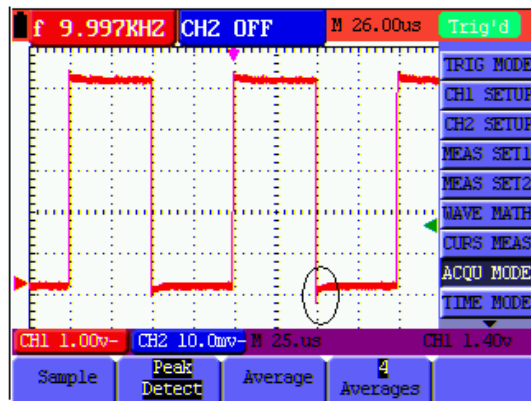

Abbildung 15: Spitzen-Messung
- Drücken Sie die Taste F2, um zu Glitch Detect zu gelangen. In diesem Fall können Sie den Impuls testen. Sie sehen jetzt einen Bildschirm wie in Abbildung 15 unten.